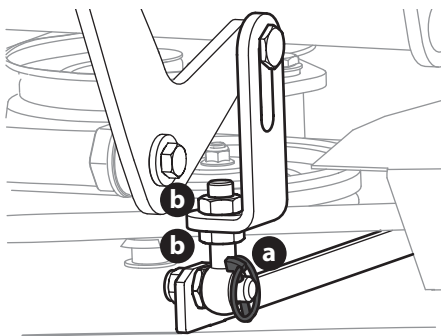

Figure 46
3. Réglez le boulon à œil (a) à l'avant gauche du plateau de coupe de manière à ce que la hauteur lame-sol à l'extrémité extérieure droite de la lame corresponde à celle de l'extrémité extérieure gauche de la lame. Pour ce faire, il faut desserrer les contre-écrous (b) sur le boulon à œil (a) et serrer le contre-écrou supérieur (b) pour lever le plateau et desserrer le contre-écrou (b) pour l'abaisser. La hauteur de l'extrémité de la lame extérieure droite est fixée par le boulon à œil avant droit (a); vous devez donc ajuster l'extrémité extérieure gauche pour qu'elle corresponde à la hauteur de l'extrémité extérieure droite (Figure 46).
4. Une fois le réglage effectué, resserrez les contre-écrous (b) (Figure 46).
3. Desserrez les contre-écrous (b) à l'arrière, à gauche et à droite des boulons à œil du plateau de coupe (a) (Figure 46).
4. Commencez par l'arrière droit pour relever l'arrière du plateau de coupe, serrez le contre-écrou supérieur (b) pour relever le plateau de coupe ou desserrez le contre-écrou supérieur (b) pour abaisser l'arrière du plateau de coupe (Figure 46).
5. Ajustez le contre-écrou (b) à l'arrière gauche pour éliminer le « jeu » de la tige filetée (Figure 46).
6. Serrez les deux contre-écrous inférieurs (b) pour fixer le réglage du plateau de coupe (Figure 46).
7. Le réglage final consiste à éliminer le « jeu » de la tringlerie arrière gauche si l'arrière du plateau de coupe est relevé, en réglant les contre-écrous (b) sur le boulon à œil (a). Desserrez les contre-écrous (b) et serrez le contre-écrou supérieur (b) pour éliminer le « jeu » (Figure 46).
8. Dans de nombreux cas, il sera nécessaire de régler la hauteur du plateau de coupe en utilisant à la fois les boulons à œil (a) et le réglage de l'inclinaison pour obtenir les hauteurs correctes entre la lame et le sol. Si vous vous souvenez que le réglage de la pointe de la lame avant droite est fixe et que vous nivelez à cette hauteur, le réglage du plateau de coupe sera simplifié (Figure 46).